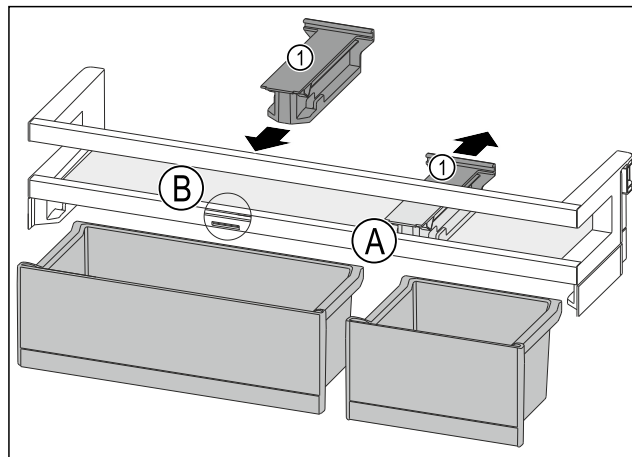

Fig. 115
- Držák Fig. 115 (1) v poloze Fig. 115 (A) stáhněte dozadu.
- Držák Fig. 115 (1) vložte v poloze Fig. 115 (B).